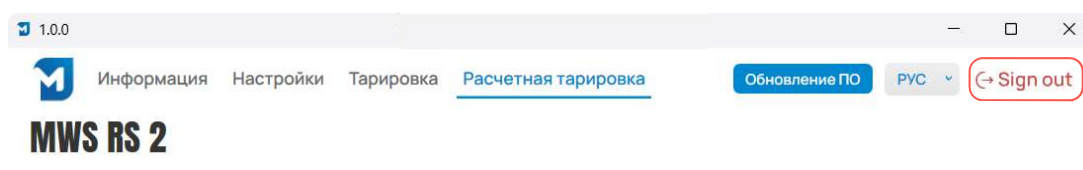

Рис. 22. Успешная авторизация в программе
- Если авторизация прошла успешно, окно закрывается, а кнопка входа поменяет название на "Sign out" (рис. 22).